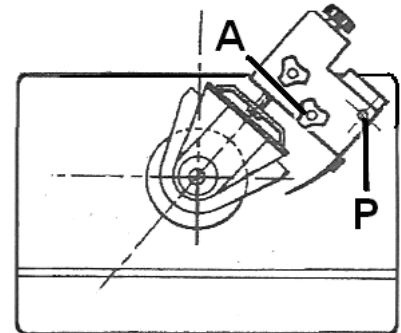

Fig 12
Im Maschinentisch sind dafür eine M8 Gewindebohrung (A, Fig 12) und eine 8mm Indexierbohrung (P) vorgesehen.